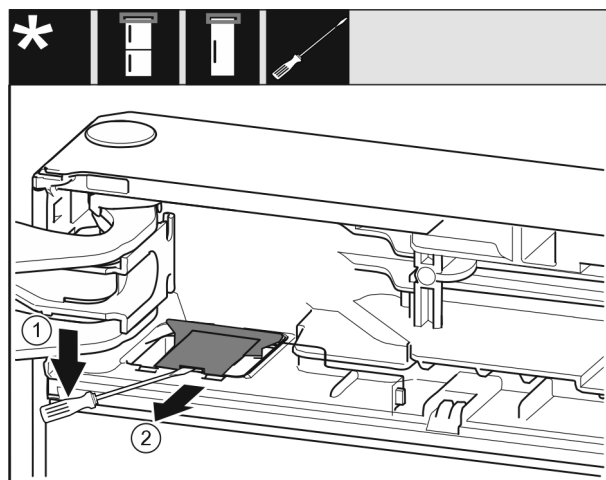

Fig. 9
- Disinnestare il coperchio con un cacciavite a testa a intaglio e sollevarlo. Fig. 9 (1)
- Estrarre la copertura. Fig. 9 (2)